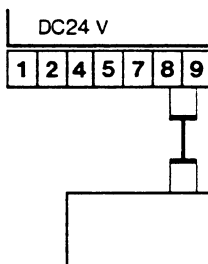

Fig. 18
- Collegare l'interruttore ai morsetti 8 e 9 come raffigurato in fig. 18.